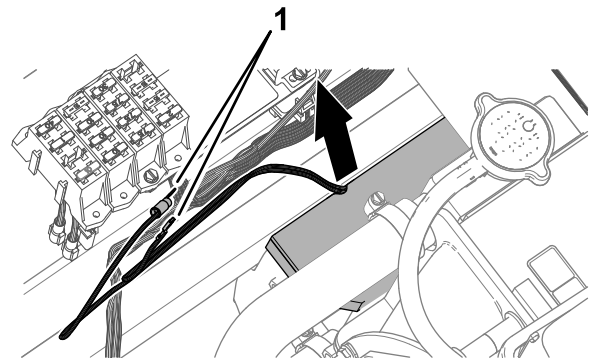

**Figura 17**
1. No lado esquerdo do radiador, encaminhe os conectores rotulados OPTIONS POWER e HORN GROUND da cablagem do kit para cima e para trás, empurrando os conectores através dos blocos de esponja sobrepostos (**Figura 17**).